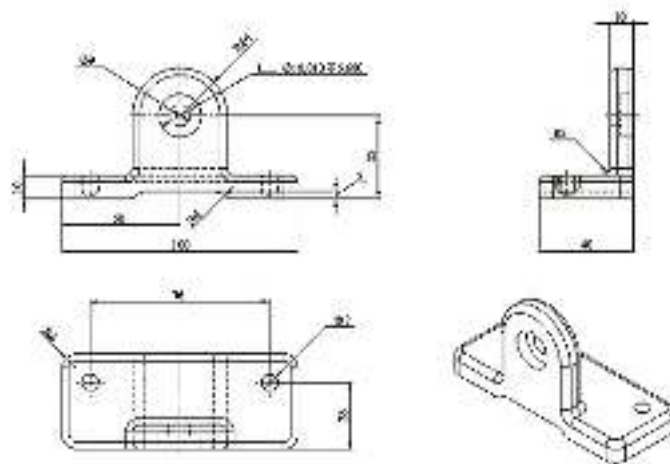
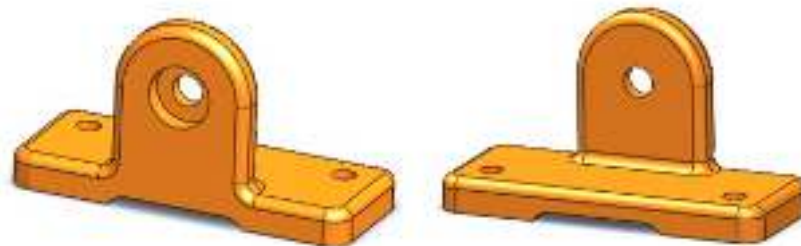

Рисунок 2.1 – Креслення деталі
Рисунок 2.2 – Модель деталі
вибір матеріалу деталі та її колір, встановлення зовнішньої сцени. за заданим кресленням (рис. 2.1) деталі побудувати її тривимірну модель та зберегти документ.
За заданим кресленням (рис. 2.1) деталі будуюмо її тривимірну модель (рис. 2.2) та зберігаємо документ.
1. Проаналізуємо деталь (рис. 2.2): деталь симетрична, складається з двох паралелепіпедів («бобишок»): горизонтально та вертикально розташованих відносно відомих площин проєкцій; в деталі є отвори («вирізи») глухі (симетрично розташовані щодо вертикальної площини) і наскрізні; ребра «бобишок» мають заокруглення.